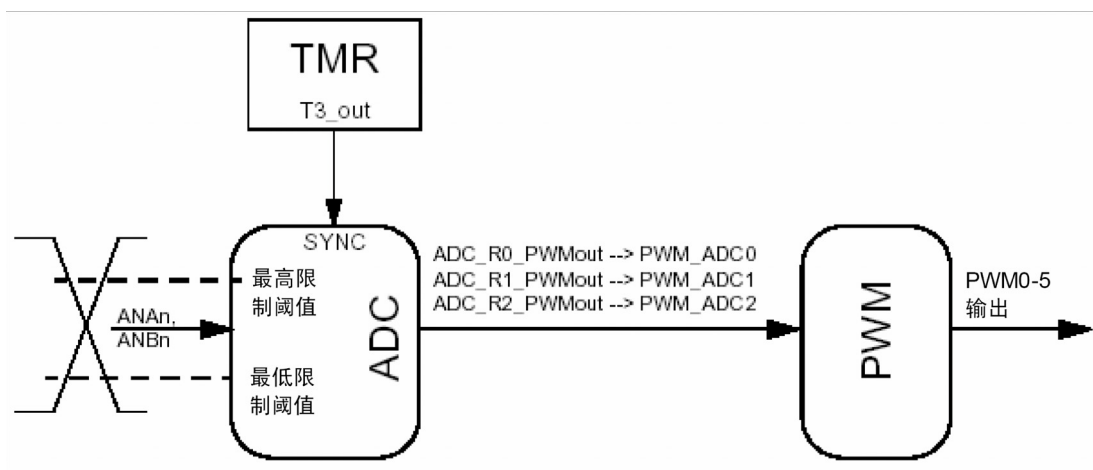

图 8. 驱动 PWM 输出的 ADC 输入
9.2 节 ADC 控制 PWM 输出介绍了 ADC 在最高采样率操作时，对 PWM 输出进行的控制。如果 ADC 采样不需要全速运行，可以使用定时器根据用户定义速率提供定期采样。详细信息请见图 8 和图 9。